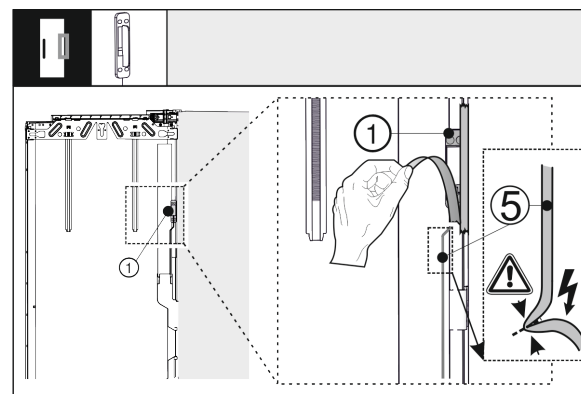

Fig. 40
- Senzor trkanja Fig. 40 (1) odvijte z zunanjih vrat. Ne poškodujte Fig. 40 (5) povezovalnega kabla.